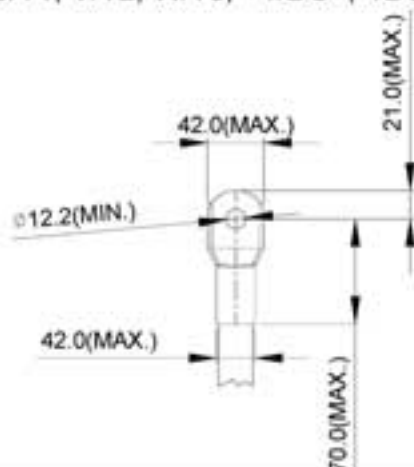

Рис. 3
5. На рис. 3 и Рис. 4 дана спецификация термоусадочной трубки в соответствии с UL (600C, YDPU2).